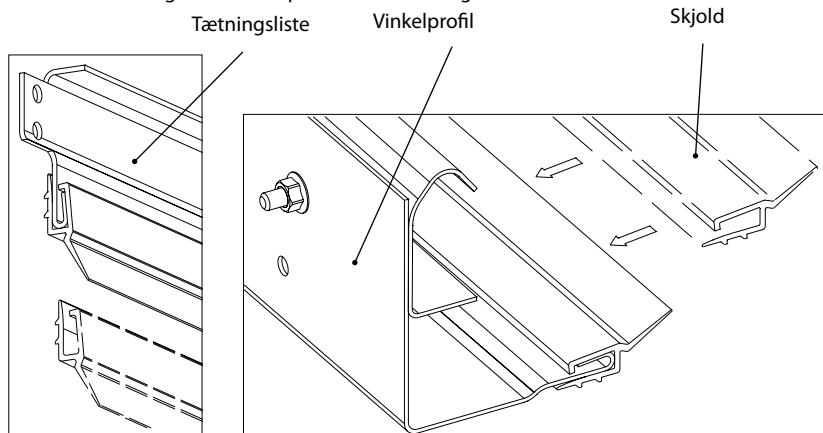

Fig. 7.1. Påsætning af tætningsliste
- Indsæt tætningsliste i vinkelprofilen som vist i fig. 7.1.